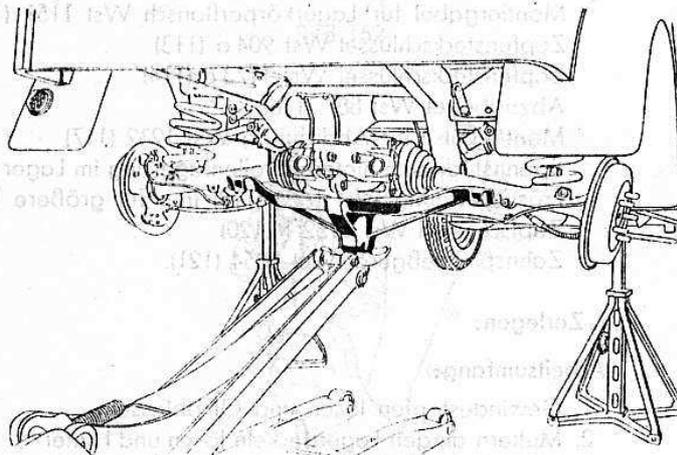

Bild 146
9. Hinterachstragkorb in Wagenheber setzen, Achse anheben (Bild 146).